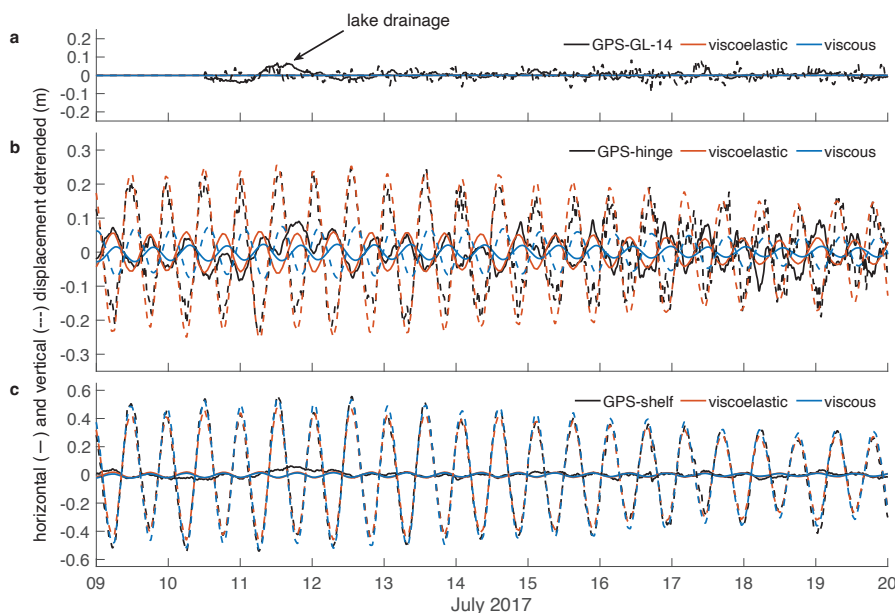

図4 Nioghalvfjærdsbræ の3つの場所における氷河の氷の経時的な変位。黒線は計測された変位、オレンジ線は AWI が COMSOL® ソフトウェアで構築した "COMice-ve" 粘弾性モデルによる変位のシミュレーション、青線は粘性モデルでの変位のシミュレーションをそれぞれ示しています。
にどのような影響を与えるかを調べました。図4は、Nioghalvfjærdsbra に作用する潮汐による応力の3カ所の測定値と、粘性および粘弾性シミュレーションで予測された応力と重ね合わせたものです。グラフ a は、接地線 (GL) から14 km 内陸に入ったところで変位がさらに減少していることを示しています。グラフ b は、海陸の接地線付近の屈曲部にある GPS ヒンジで周期的な潮汐応力が小さくなっている
プロットされた傾向線は、純粋な粘性モデルと比較して、研究チームの新しい粘弾性シミュレーションの精度が高いことを強調しています。Christmann 氏が説明するように、“粘性モデルでは、応力の変化を完全に捉えることができません、正しい振幅を示すことができません (図4のグラフ c を参照)。曲げ領域では、弾性応答によるこれらの力の位相シフトを見ることができます。” Christmann 氏は次のように続けます。“粘弾性の “ばね” 作用を考慮しなければ、正確なモデルを得ることはできません。”